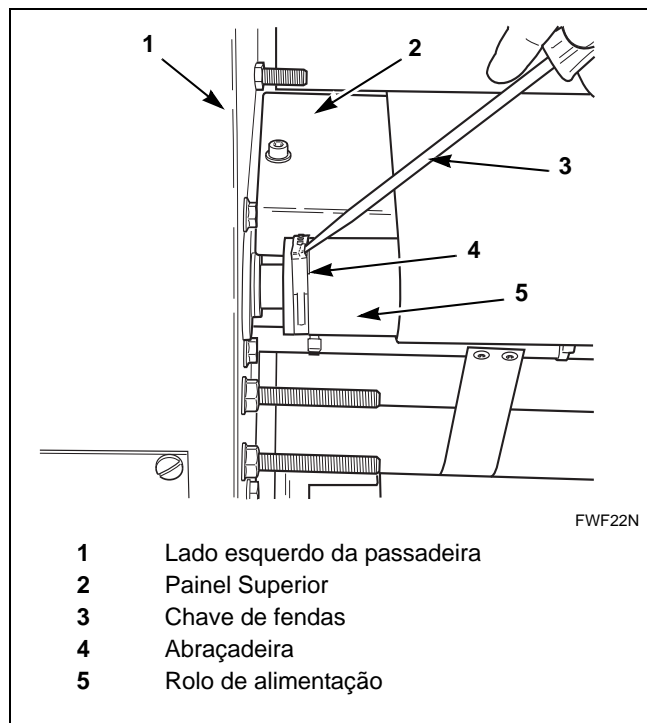

Figura 27
1. Com uma chave de fenda padrão, abra a abraçadeira na extremidade esquerda do rolo de alimentação. Consulte *Figura 27*.